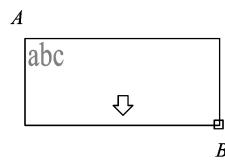

图 1-91 多行文字定位框
(1) 利用多行文字命令输入题目，并加下划线。
①单击【文字】工具栏上的多行文字命令按钮 **A**。
②在绘图区的适当位置单击鼠标左键，确定 A 点，向右下方移动鼠标，AutoCAD 将显示一个随鼠标光标移动的方框，到合适位置以后单击鼠标左键，确定 B 点，如图 1-91 所示。